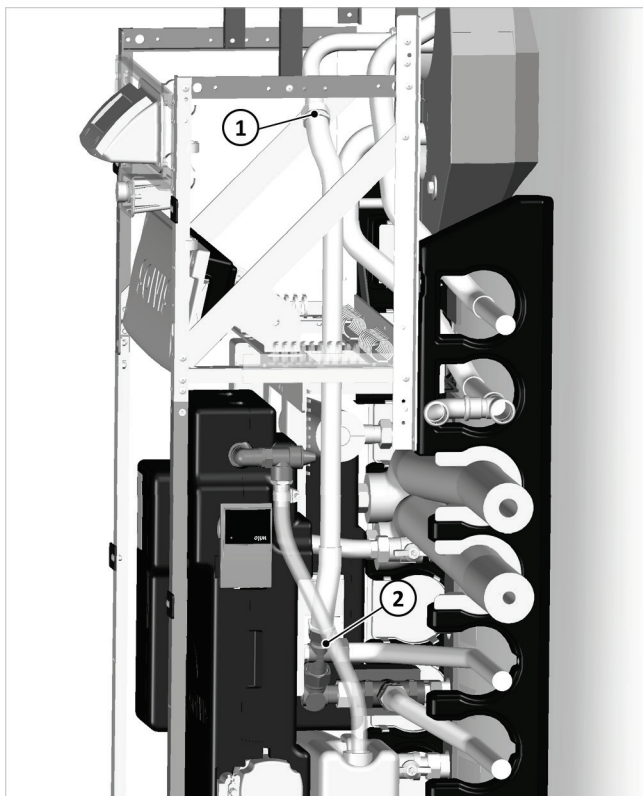

Fig. 9: Tubo de conexión montado
4. Monte el tubo de conexión en el codo de tubo superior (1), tiéndalo hacia la conexión de la válvula de conmutadora inferior (2) y conéctelo (véase → Fig. 9).